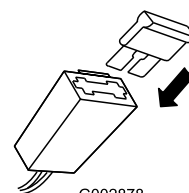

Bild 8
2. Setzen Sie die Sicherung in den Sicherungshalter ein (Bild 8).